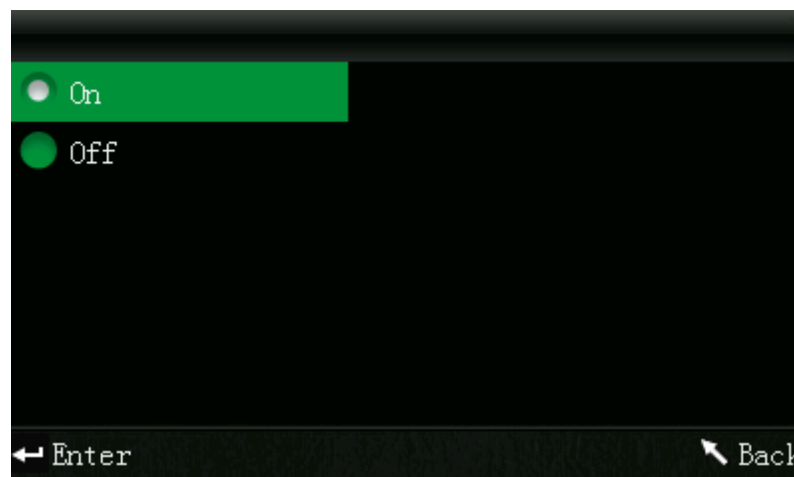

Abbildung 59: Druckeinstellungen
- f) Wählen Sie „Settings“ – „Print Setting“ um auf die Oberfläche in Bild 59 zu gelangen. Hier können Sie den Druckmodus auswählen. Nachdem Sie den Drucker an das Messgerät angeschlossen und „On“ gewählt haben, werden die Messwerte nach jedem Messvorgang automatisch ausgedruckt. Nach der Auswahl von „Off“ müssen Sie die „Up/Camera/Print“ Taste gedrückt halten um die Messwerte nach jeder Messung auszudrucken.